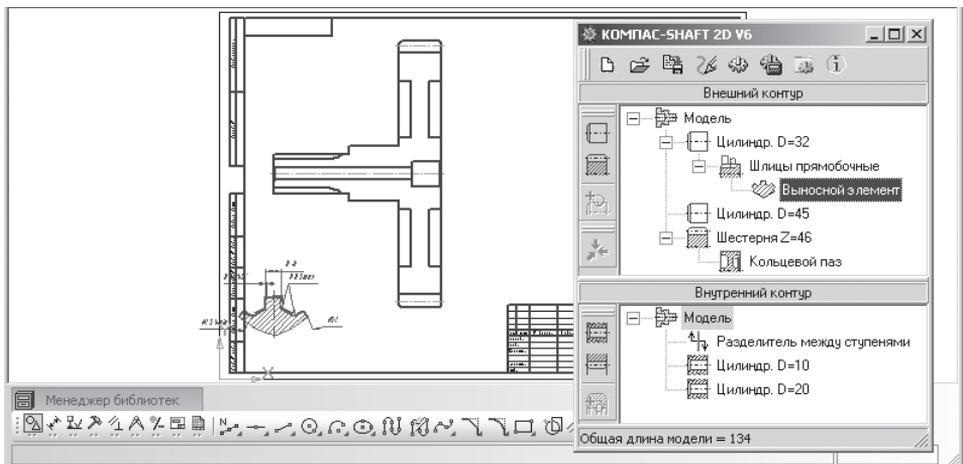

Рис. 3.41. Первоначальное размещение на чертеже выносного элемента
- щелкните по кнопке **Применить**, а затем по кнопке **ОК**. Появится на чертеже искомый **Выносной элемент** – **Профиль внешних прямобочных шлицев**, см. рис. 3.41, но часто не в том месте, где он нужен. В верхнем окне **Внешний контур** появится пункт **Выносной элемент**;
- Щелкните в главном окне системы КОМПАС-SHAFT 3D V6 в верхнем окне **Внешний контур** (см. рис. 3.41) по пункту **Шестерня Z = 46**. Этот пункт выделится;